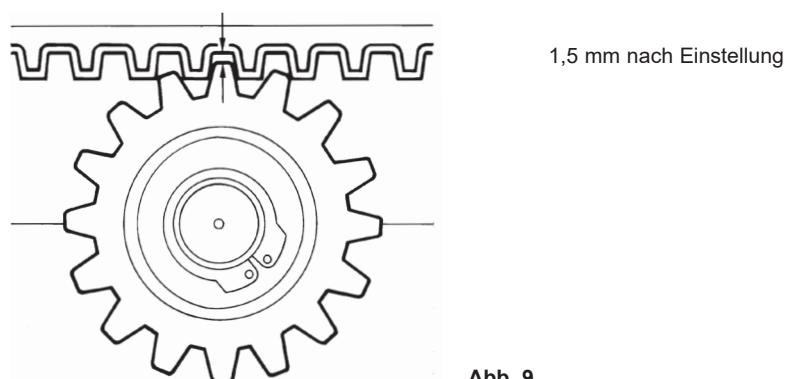

Abb. 9
- Zwischen Ritzel und Zahnstange muss ein Spiel von 1,5 mm über die gesamte Torlänge gewährleistet sein (Abb. 9). Für die Spieleinstellung zwischen Ritzel und Zahnstange siehe Abschnitt "6 - Höheneinstellung und Befestigung des Antriebs".